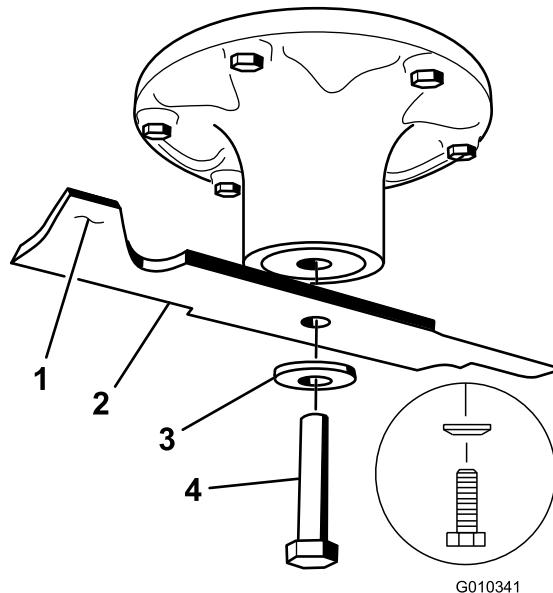
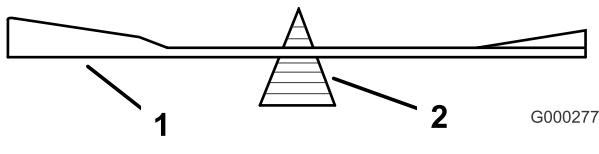

Figura 61
Figura 63
Sujete el extremo de la cuchilla usando un trapo o un guante grueso. Retire del eje el perno de la cuchilla, la arandela curva y la cuchilla (Figura 61).
2. Verifique el equilibrio de la cuchilla colocándola sobre un equilibrador de cuchillas (Figura 63). Si la cuchilla se mantiene horizontal, está equilibrada y puede utilizarse. Si la cuchilla no está equilibrada, rebaje algo el metal en la parte de la vela solamente (Figura 61). Repita este procedimiento hasta que la cuchilla esté equilibrada.
1. Instale la cuchilla en el eje (Figura 61).
2. Instale la arandela de muelle y el perno de la cuchilla. El cono de la arandela de muelle debe estar orientado hacia la cabeza del perno (Figura 61). Apriete el perno de la cuchilla a 135-150 Nm.